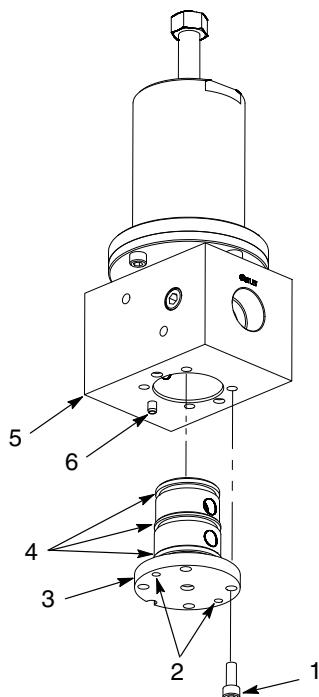

Рис. 3 Замена типового уплотнительного картриджа
- См. рис. 3. Вывернуть винты (1) крепления уплотнительного картриджа (3) к корпусу (5).
- Ввернуть два винта (1) отверстия для извлечения (2). Затянув винты, извлечь уплотнительный картридж регулятора из корпуса (5).
- Промыть корпус (5) изнутри совместимым растворителем или вытереть начисто ветошью.
- Покрыть уплотнительные кольца (4) на новом уплотнительном картриidge (3) регулятора смазкой для уплотнительных колец.
- Убедиться, что канавка в основании уплотнительного картриджа (3) регулятора совмещается с установочным штифтом (6) в корпусе (5). Закрепить уплотнительный картридж регулятора (3) в корпусе, используя винты (1). Затянуть винты моментом 10 Н·м (90 дюйм-фунтов).